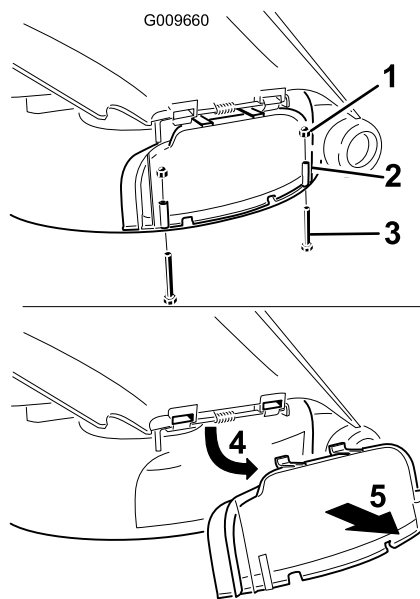

Figure 28
- Enlevez les 2 boulons et écrous qui fixent l'obturateur d'éjection au plateau de coupe (Figure 28).